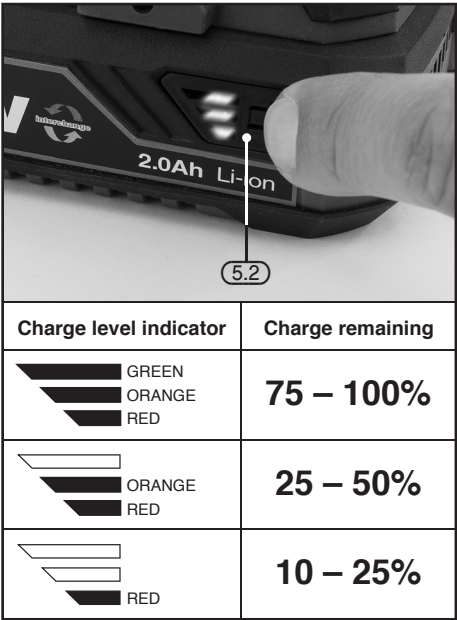

FIG.3
8.2 BATTERY PACK CHARGE STATUS – FIG.3